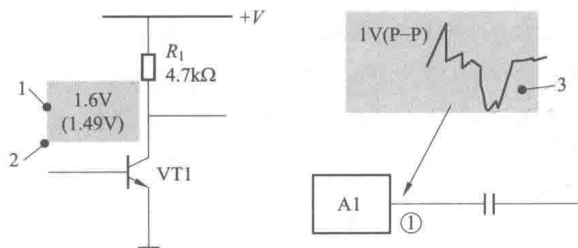

图 1-9 整机电路图中的直流电压值和信号波形标注示意图
3) 许多整机电路图中还给出了有关测试点的直流工作电压,为检修电路故障提供了方便,如集成电路各引脚上的直流电压标注,三极管各电极上的直流电压标注等,视频设备的整机电路图关键测试处还标出了信号波形,为检修这些部分电路提供了方便。如图 1-9 所示的是整机电路图中的直流电压值和信号波形标注示意图。